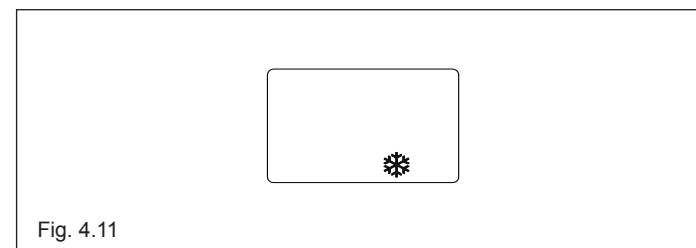

Fig. 4.11
**Antigelo:** quando la temperatura dell'acqua di caldaia scende sotto i 5°C si attiva il circolatore e, se necessario, il bruciatore alla minima potenza per riportare la temperatura dell'acqua a valori di sicurezza (35°C). Durante il ciclo antigelo sul visualizzatore digitale appare il simbolo ❄️ (Fig. 4.11).